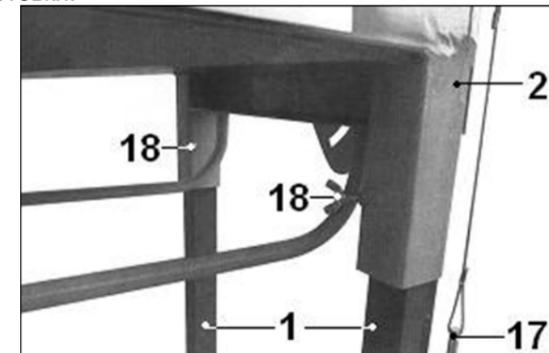

Рис. 4
9.1.1. Вставьте ножки (1) до упора в специальные гнезда основания (2). Зафиксируйте положение ножек (1) барашковыми болтами крепления (18), как показано на Рис.4.